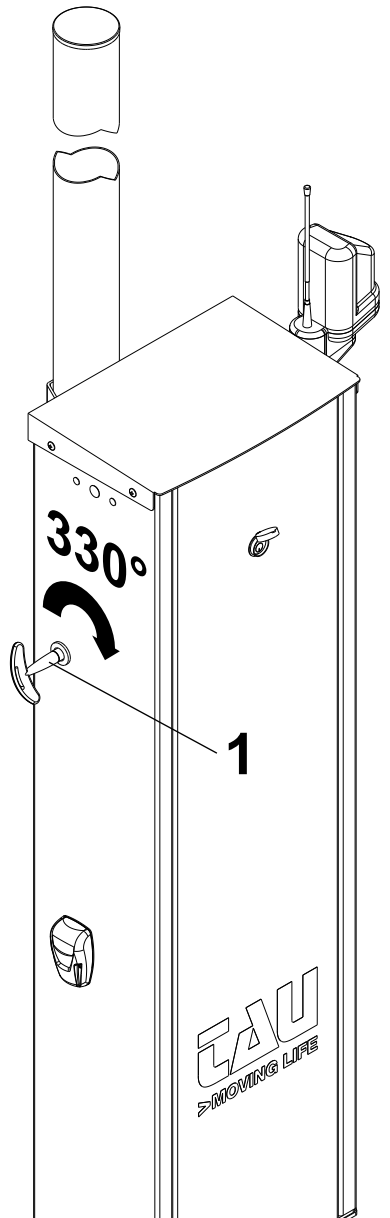

fig. 7
- 1_ den mitgelieferten Entriegelungshebel (1, Abb. 7) einstecken;